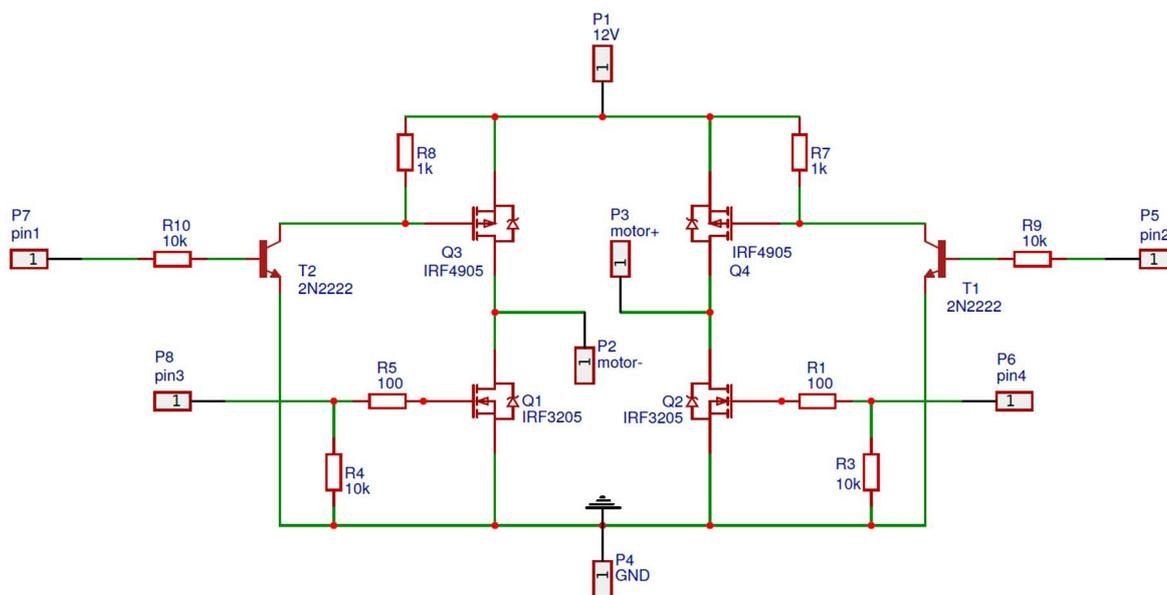

Рис. 1. Принципиальная схема драйвера двигателей
Данная работа направлена на проверку знаний, умений и навыков при работе с радиоэлектронными компонентами. В данной работе необходимо собрать устройство «Драйвер двигателей». Данный драйвер позволяет управлять коллекторным двигателем, а именно управлять его скоростью и направлением вращения. Драйвер необходимо спроектировать по схеме H-bridge (полный H-мост) на P и N канальных МОСФЕТ транзисторах (см. рис. 1). Для раскачки P каналников используются биполярные транзисторы. Управление производится при помощи ШИМ сигнала.
1. Соберите и проверьте наличие всех необходимых для сборки вашей схемы компонентов согласно рис. 1;